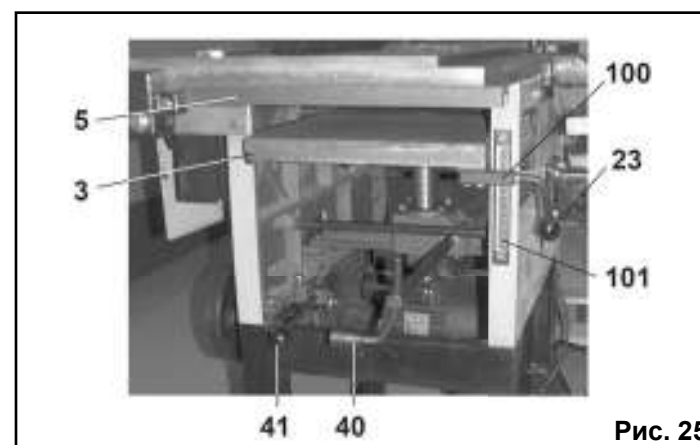

Рис. 25
нием вправо/влево ручки (40) переместите рабочий стол (3) вверх/вниз, положение зафиксируйте рычагом (23), Рис.25.
(41) введите в зацепление шестерни редуктора, см. п.п. 8.2.1.